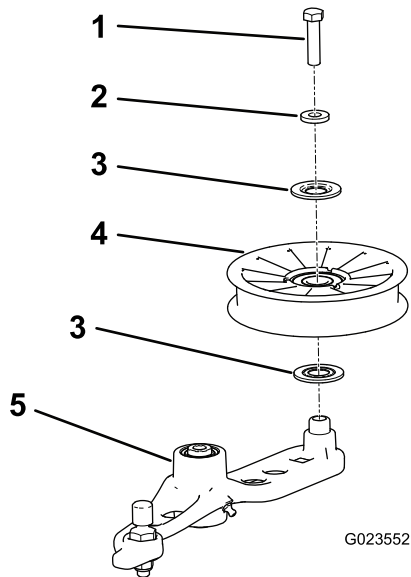

**Figure 57**
5. Retirez l'écrou qui fixe l'ensemble tendeur au cadre (Figure 57).